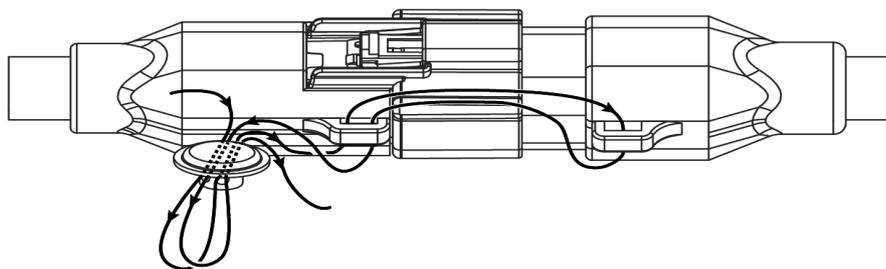

Рис. 5.2 Установка защитной пломбы на разъем
1. Проденьте пломбировочную проволоку через отверстия на разъеме как показано на рисунке (см. Рис. 5.2).